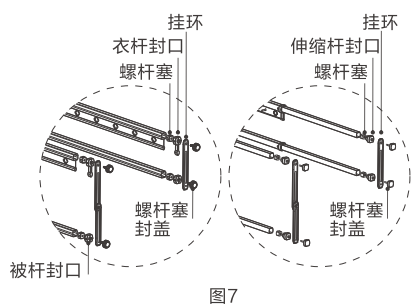

图7
2. 如图7 (左为SDR602-AA0, 右为SDR602-AB0), 拧出衣杆、被杆或伸缩杆封口组件螺杆塞封盖, 依次装入螺杆塞、衣杆封口 (被杆封口或伸缩杆封口)、挂环、螺杆塞封盖, 并锁紧螺杆塞封盖螺丝。